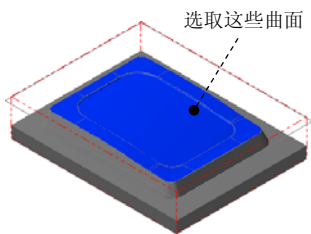
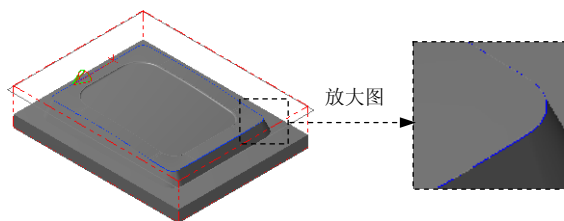

图 5.14 选取加工面
图 5.15 选取切削范围边线
Step3. 设置加工区域。在图形区中选取图 5.14 所示的曲面（共 19 个），然后按 Enter 键，系统弹出“刀具路径的曲面选取”对话框。在“边界范围”区域中单击  按钮，系统弹出“串连选项”对话框。在图形区中依次选取图 5.15 所示的边线，单击  按钮，系统返回至“刀具路径的曲面选取”对话框。单击  按钮，系统弹出“曲面精加工环绕等距”对话框。